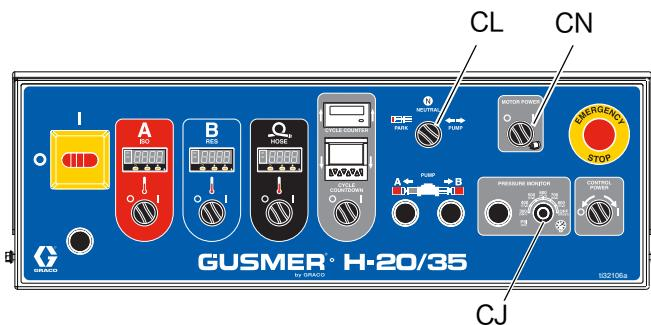

图 39
9. 将压力监测旋钮 (CJ) 关闭。参见图 39 所示。
10. 打开马达电源开关，启动液压马达。然后将泵控制开关 (CL) 转到“泵送”。